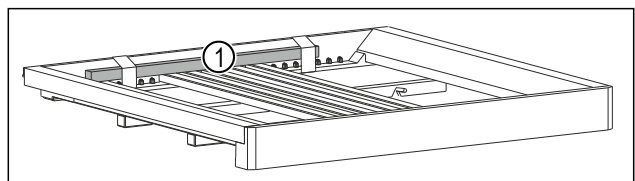

Fig. 37 *
- Hiqni shufrën prej druri Fig. 37 (1)*